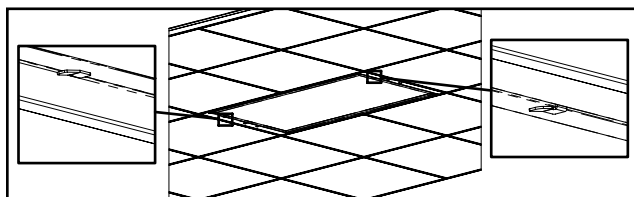

Figure 18.
18. Tournez les loquets gauche et droit du panneau DEL (C) en position fermée (fig. 18).